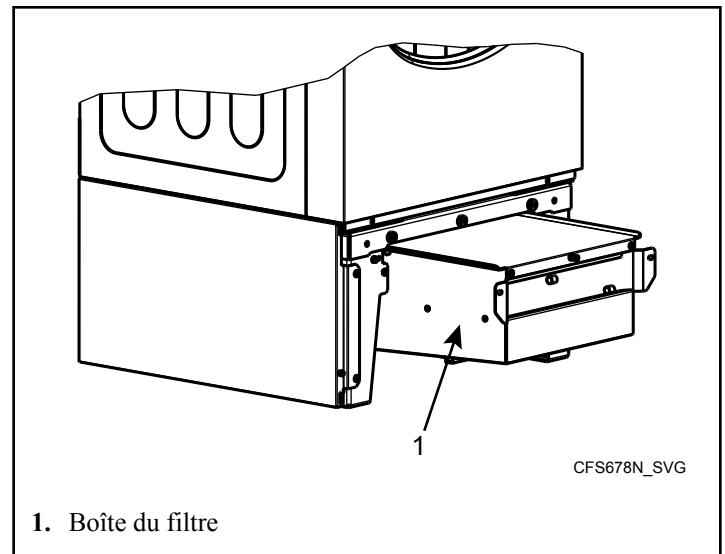

Figure 56
5. Pousser délicatement la boîte le long de la ligne pour la retirer. Voir *Figure 56*.